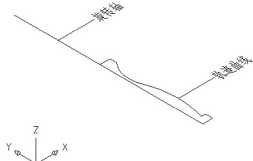
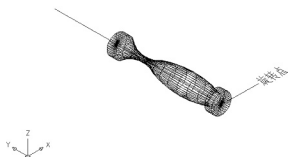

图 6.47 绘制旋转轴并修整“花瓶”
图 6.48 使用旋转网格生成的“花瓶”
(1) 用**【修剪】**和**【删除】**命令将“花瓶”修整至图 6.47 所示效果。
(2) 启动**【编辑多段线】**命令(快捷键 PE)。
(3) 在**选择多段线或 [多条(M)]**:提示下,单击选择组成半个花瓶的弧。
(4) 在选定的对象不是多段线是否将其转换为多段线? <Y>: 提示下, 按 Enter 键执行尖括号内的“Y”, 表示要将其转换为多段线。
(5) 在输入选项 [闭合(C)/合并(J)/宽度(W)/编辑顶点(E)/拟合(F)/样条曲线(S)/非曲线化(D)/线型生成(L)/放弃(U)]: 提示下, 输入“J”按 Enter 键。
(6) 在选择对象: 提示下, 选择图 6.47 中的组成半个花瓶的其他图元, 按 Enter 键结束命令。
(1) 执行菜单栏中的【绘图】|【建模】|【网格】|【旋转网格】命令。
(2) 在选择要旋转的对象: 提示下, 选择半个“花瓶”为旋转对象。
(3) 在选择定义旋转轴的对象: 提示下, 选择图 6.47 中的旋转轴作为旋转网格的旋转轴。
(4) 在指定起点角度<0>: 提示下, 输入“0”, 表示从 0°开始旋转。
(5) 在指定包含角 (逆时针, 顺时针)<360>: 提示下, 输入“360”, 表示将围绕旋转轴旋转 360°, 生成如图 6.48 所示的“花瓶”, 它是由网络面组成的。
- 系统变量 SURFTAB1 控制着回转体的曲面光滑程度, SURFTAB1 值越大曲面越光滑, 默认状态下的 SURFTAB1 值为 6, 如图 6.47 所示的是 SURFTAB1 为 36 时生成的花瓶。
(1) 执行菜单栏中的【修改】|【三维操作】|【三维旋转】命令。
(2) 在选择对象: 提示下, 选择图 6.48 中的“花瓶”模型。
(3) 在指定轴上的第一个点或定义轴依据 [对象(O)/最近的(L)/视图(V)/X 轴(X)/Y 轴(Y)/Z 轴(Z)/两点(2)]: 提示下, 输入“X”, 表示将围绕 X 轴进行旋转。
(4) 在指定 X 轴上的点<0, 0, 0>: 提示下, 捕捉图 6.48 所示的旋转点。